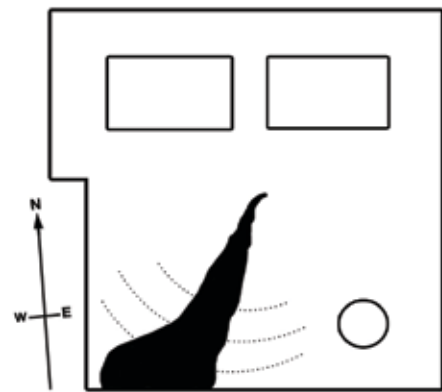

Bild 5.
- Den Bereich in einem immer größer werdenden Muster scannen bis der Ursprung der Leckage entdeckt wird (Bild.5)